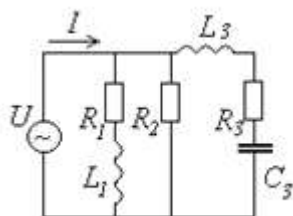

Рисунок 7
2. Определите ток в неразветвленной части цепи (рис.7), активную, реактивную и полную мощность всей цепи, если напряжение источника питания $u = 282 \sin 314t$. Постройте векторную диаграмму. Исходные данные в таблице 4.